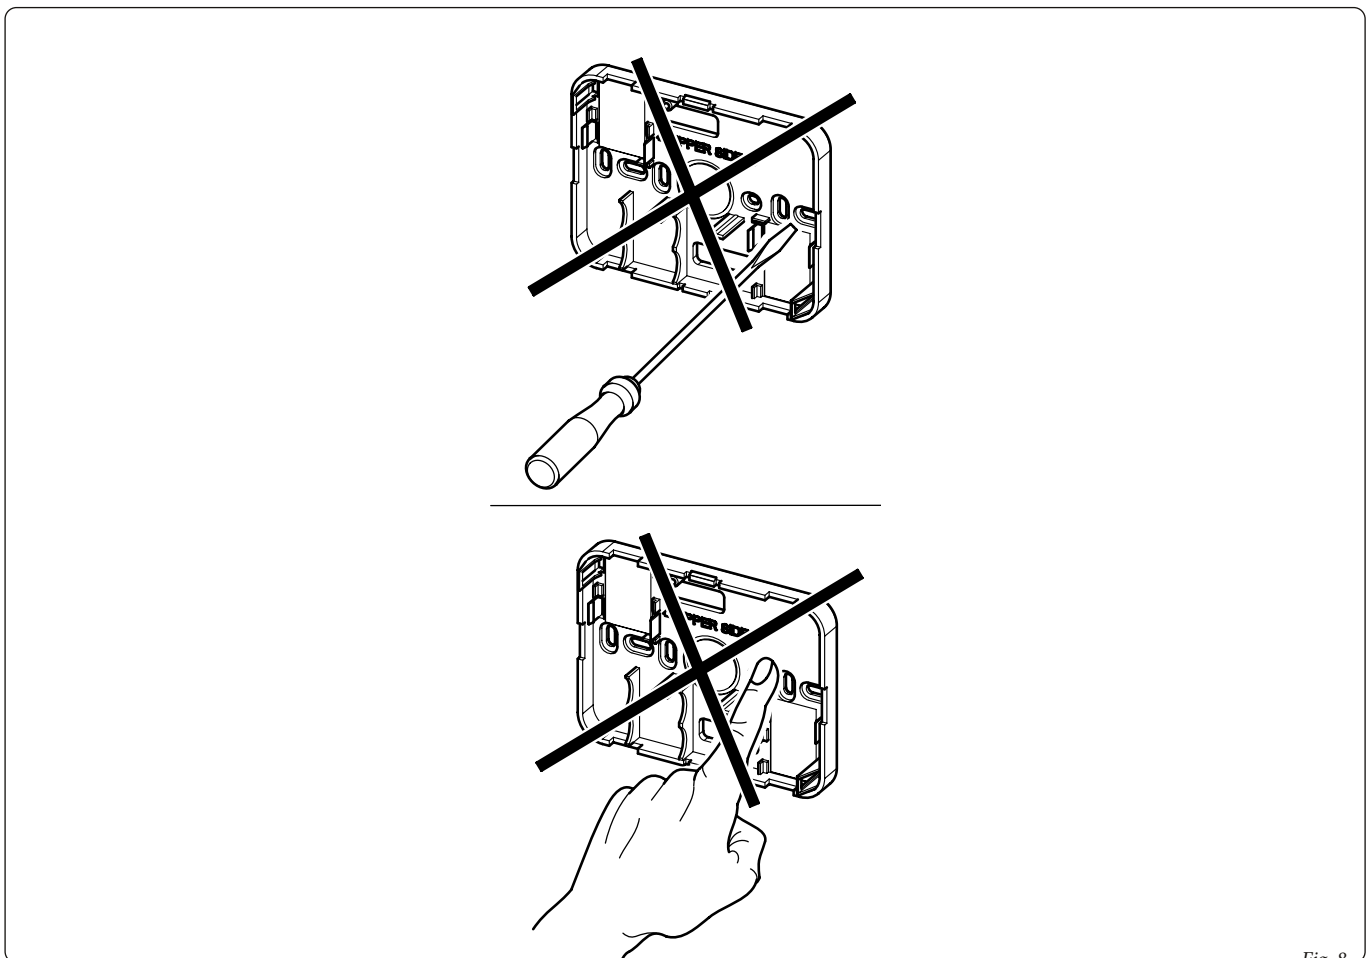

Fig. 8
N.B.: si consiglia l'utilizzo in luoghi elettromagneticamente non critici e in strutture realizzate con materiali non prettamente metallici o schermanti. Durante l'installazione prestare le dovute cautele come indicato in fig. 8.
N.B.: the use in electromagnetically non-critical places and in structures made of non-metallic or shielding materials is recommended. During installation, take the necessary precautions as indicated in fig. 8.